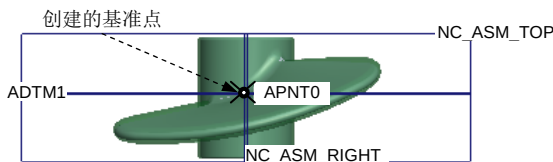

图 7.3.6 创建基准点
Step6. 创建基准点 APNT0。在“操作”操控板单击  按钮，在弹出的菜单中选择  命令，系统弹出“基准点”对话框，选取 Step5 中创建的平面 ADTM1 以及 NC_ASM_RIGHT 和 NC_ASM_TOP 三个基准平面为参考平面，单击“基准点”对话框中的 **确定** 按钮，完成点 APNT0 的创建，如图 7.3.6 所示。